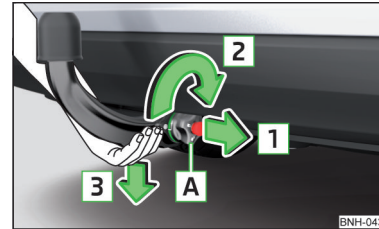

Abb. 120
- Die Kugelstange **von unten** fassen » Abb. 120.